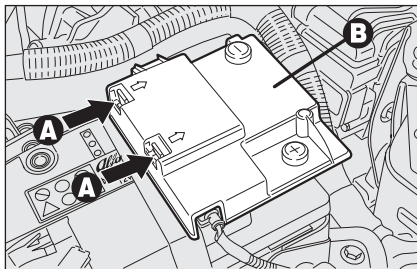

fig. 62
- agir sur les pinces de retenue **A-fig. 62** et enlever le couvercle de protection **B**;